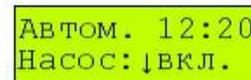

Рис.4.4-2 Главное окно пользовательского интерфейса системы
- ГЛАВНОЕ ОКНО, отображающее текущее состояние прибора (см. рис.4.4-2).
На рис.4.4-2 слева изображен вид главного окна для прибора, управляющего доливом воды, а справа изображен вид главного окна для прибора, управляющего опорожнением приемка.